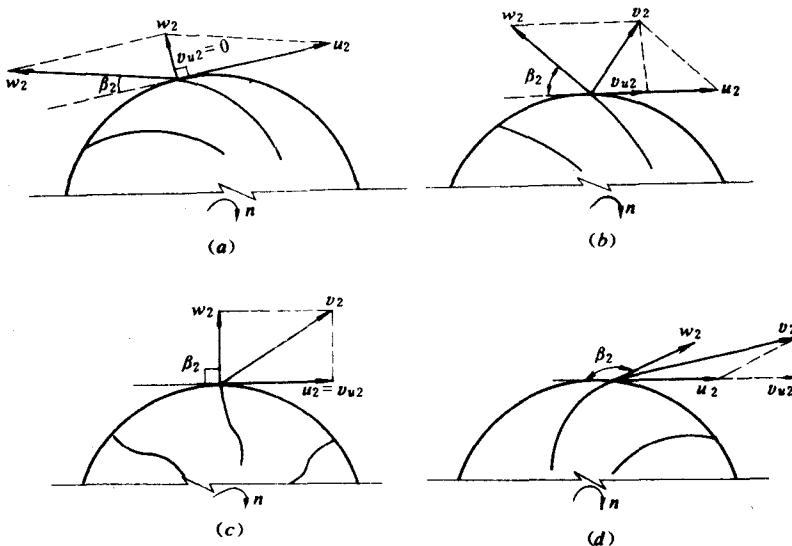

图 2-1 叶片形状与对应的出口速度参数
四种叶片形状及其出口速度三角形如图 2-1 所示。
着轴心，流道弯曲狭窄，如图 2-1 (a) 所示。这说明，欲使  $H_T = H_p$  ( $H_v = 0$ ) 不可能。
(2) 令  $\rho_k=\frac{1}{2}$ ，则由式 (2-10) 可知， $v_{u2}=u_2$ ，又根据能量基本方程式知， $H_T=\frac{u_2^2}{g}$ 。按式 (2-11)、式 (2-12) 知， $H_p=H_v=\frac{u_2^2}{2g}$  (势、动扬程各占一半)。这时，因  $v_{u2}=u_2$ ，相当于  $\theta_2=90^\circ$  (直叶片)，如图 2-1 (c) 所示。
(3) 令  $\rho_k=0$ ，由式 (2-10) 可知， $v_{u2}=2u_2$ ，由能量基本方程式得， $H_T=\frac{2u_2^2}{g}$ ，由式 (2-12) 得， $H_v=\frac{v_{u2}^2}{2g}=\frac{2u_2^2}{g}$ ，所以  $H_T=H_v$ ，或  $H_p=0$ 。即在  $v_{u2}=2u_2$ ， $\theta_2>90^\circ$ ，反叶片，如图 2-1 (d) 所示。叶轮扬程全为动扬程，这显然不经济。因为，尽管  $H_T$  较大，但消耗的功率也大，且大部分能量损耗在叶槽间的水力损失上，不可取。
(4) 通常取  $\rho_k=0.7\sim0.75$ ，即  $H_p$  为  $H_T$  的 70%~75%。这时  $\beta_2<90^\circ$ ，叶间流道合理，水力损失较小，如图 2-1 (b) 所示。通常取  $\beta_2=15^\circ\sim45^\circ$ ，常用  $15^\circ\sim30^\circ$ 。Stepanoff 在一定的条件下推得最优叶片出口角  $\beta_2=22.5^\circ$ 。